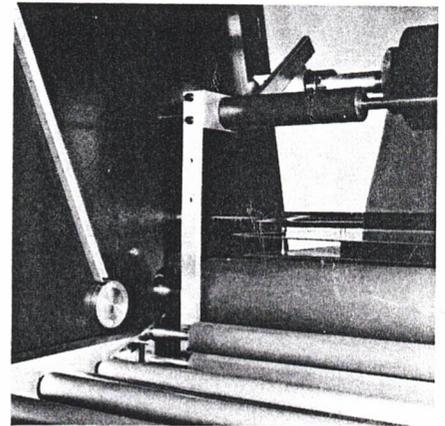
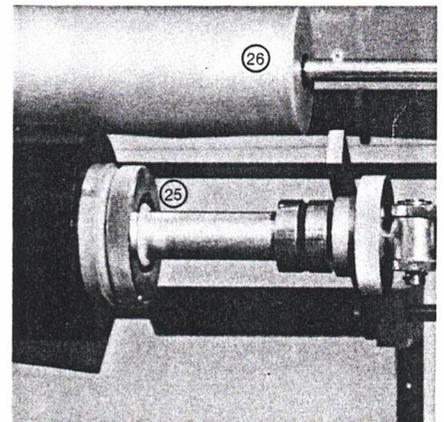

Abb. 15.
Abb. 16
- Die Kantenparallelität der oberen und unteren Resistrolle wird über ein Führunglineal, das vertikal hinter den Laminierwalzen verläuft, eingestellt (Abb. 15, Ansicht von hinten). Die Wickelrollen der Schutzfolie müssen in „Park“-Position liegen. Die zu korrigierende Resistrolle wird mit der gelösten Schnellspannvorrichtung auf der genuteten Welle entsprechend verschoben. Danach werden die Spanscheiben 25 in gegenläufigem Drehsinn festgedreht (Abb. 16).
Die Deckfolie wird mittels Klebestreifen vom Resist getrennt (siehe Hinweis auf der Resistverpackung) und auf den von den Resistrollen angetriebenen Wickel-Zylinder 26 (Abb. 16) mit Klebestreifen angeheftet.